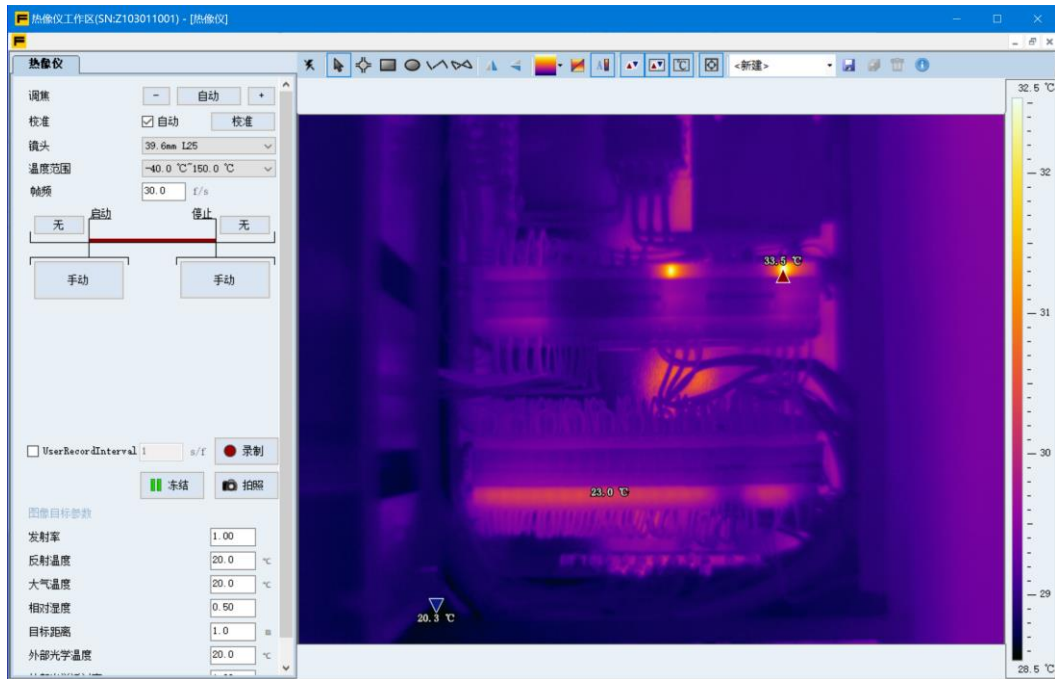

图 2. 实时全辐射红外视频窗口
7. 连接成功后，热像仪拍摄的实时全辐射热像视频将显示在“热像仪”窗口。如 图 2 所示。